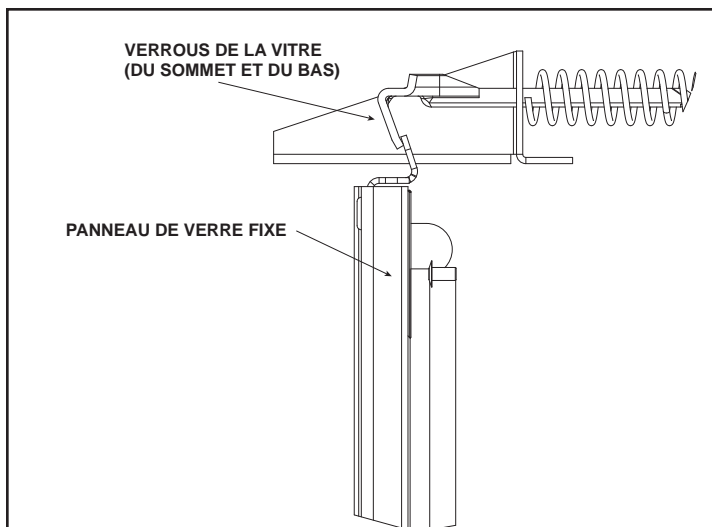

Figure 12.1 Panneau de verre fixe
8. Retirez le panneau de verre fixe de la boîte à feu en dégageant les verrous supérieurs de la vitre, puis les deux verrous inférieurs. Voir la figure 12.1.
15. Remplacez le panneau de verre fixe sur l'appareil. Verrouillez les deux verrous inférieurs du panneau de verre fixe, puis les deux verrous supérieurs. Voir la figure 12.1.
- Retirez le panneau de verre fixe de la boîte à feu en dégageant les verrous supérieurs de la vitre, puis les deux verrous inférieurs. Maintenez la vitre en place avec une main et désengagez les verrous de la vitre avec l'autre main. Enlevez le panneau de verre fixe de l'appareil. Voir la figure 12.1.
- Remettez le panneau de verre fixe sur l'appareil. Verrouillez les deux verrous inférieurs du panneau de verre fixe, puis les deux verrous supérieurs. Maintenez la vitre en place avec une main et les verrous de la vitre avec l'autre main. Voir la figure 12.1.